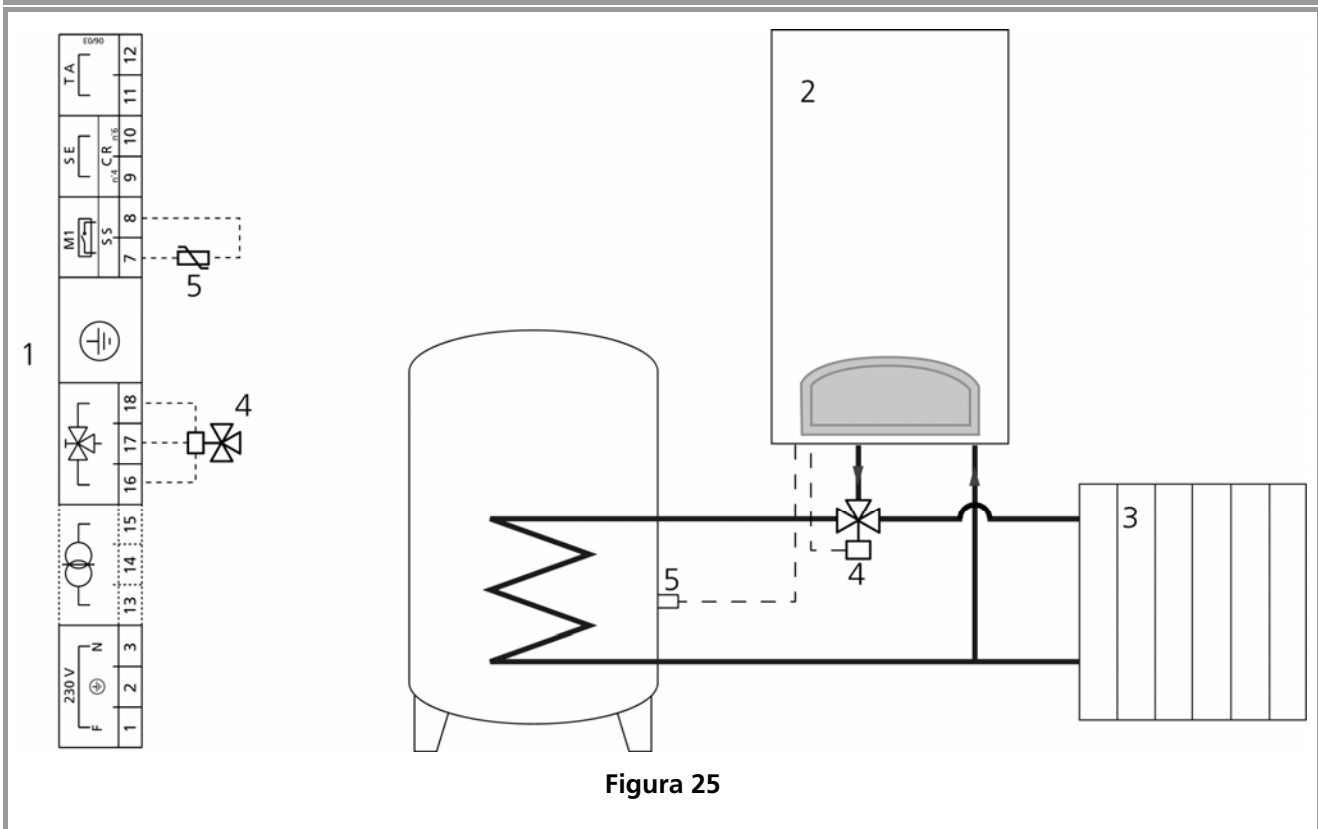

Figura 25
- realizzare il circuito idraulico rappresentato in Figura 25